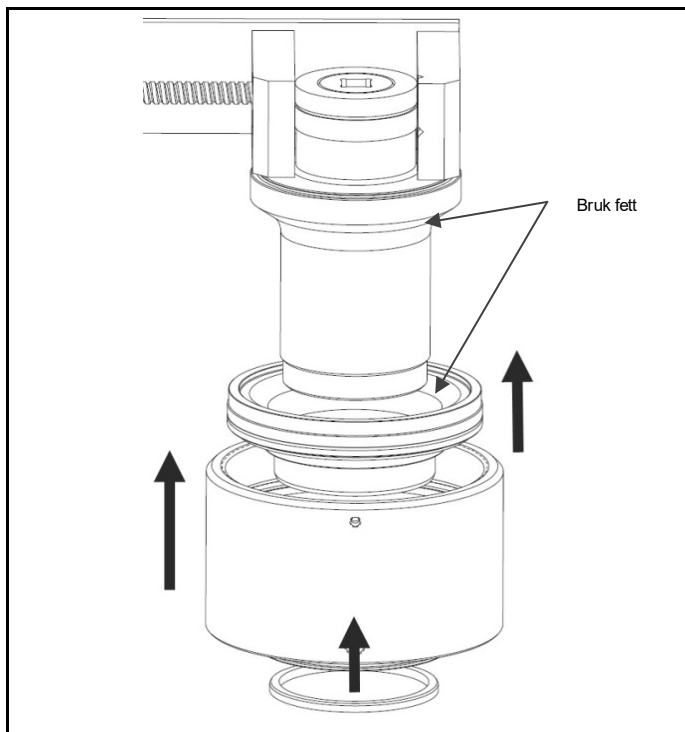

Fig. 4.5 Plasser innsatsenheten, huset og lagringen på trekkstangen
- Når huset og innsatsenheter skyves tilbake på trekkstangen, må man passe på å ikke skade de innvendige overflatene. (Fig. 4.5)